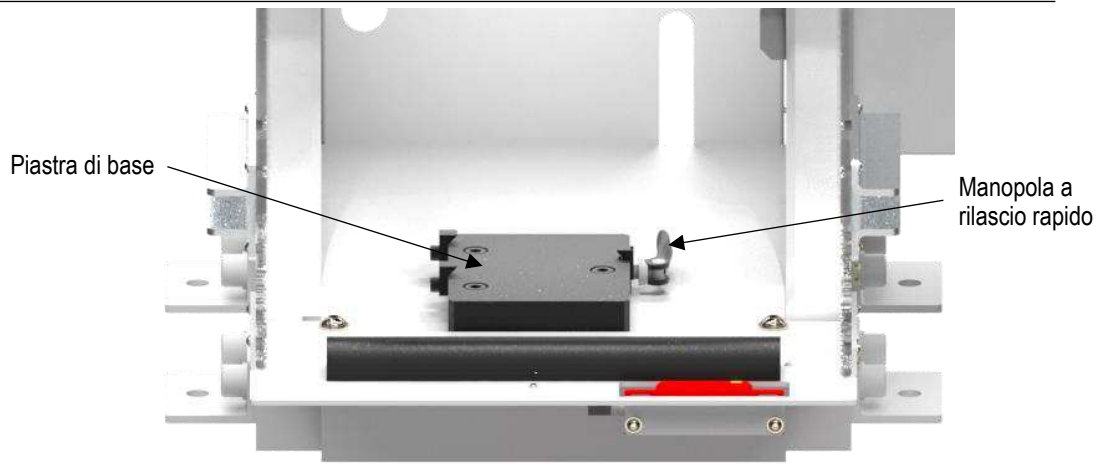

Figura 4
3. La **piastra di base** è la superficie di montaggio su cui viene installato l'applicatore. Il chiavistello a rilascio rapido consente l'installazione e rimozione facile e veloce dell'applicatore (vedere Figura 4).